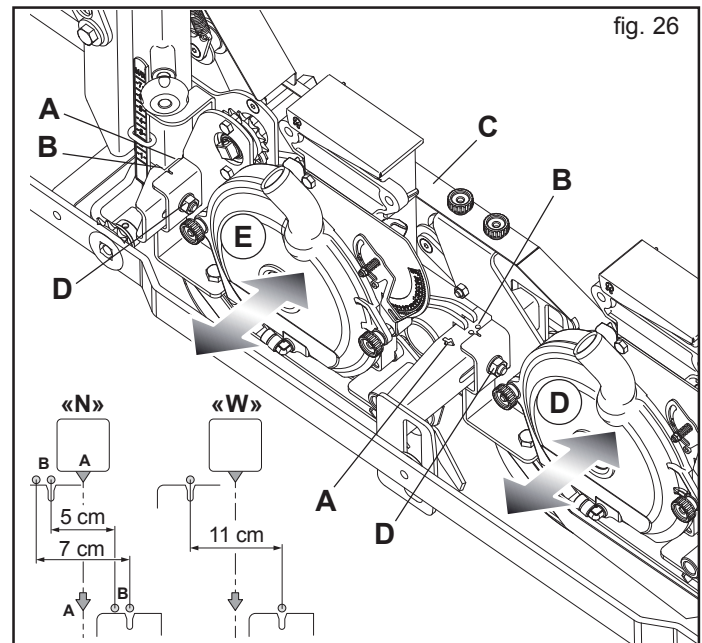

fig. 26
3.8.3 REIHENABSTAND SÄMASCHINE OLIMPIA (Abb. 26)
- 1) Die Bezüge (A, Abb. 26) kennzeichnen die Mitte des Säuselements. Die Löcher (B, Abb. 26) sind die Bezüge für den Standard-Reihenabstand zu 5 und 7 cm (11 cm für «W»);
- 2) Die Kugelgriffe lockern und das Schutzgehäuse (C) abbauen;
- 3) Die Muttern (D, Abb. 26) lockern;
- 4) Die Streubehälter (E) verschieben, um den gewünschten Reihenabstand zu erhalten, und durch Festziehen der Muttern (D) in der eingestellten Position sperren.
- 5) Die Antriebskette im Schutzgehäuse (C) ausrichten und das Schutzgehäuse wieder anbringen.